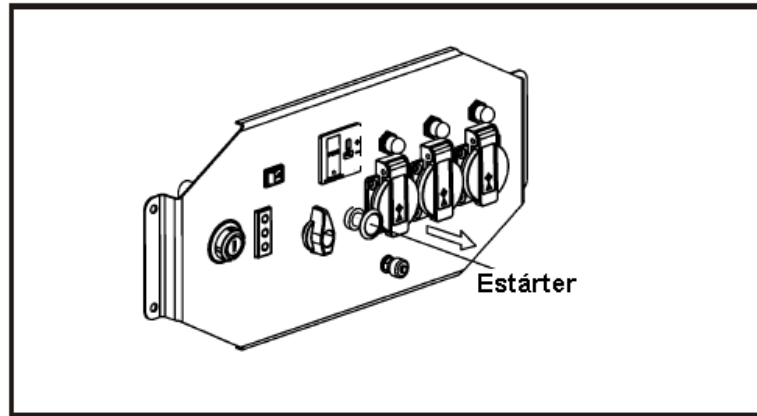

Fig. 11
4.5 Pulse el estárter a la posición de OPEN (Abierto) a medida que el motor se calienta (fig. 11)